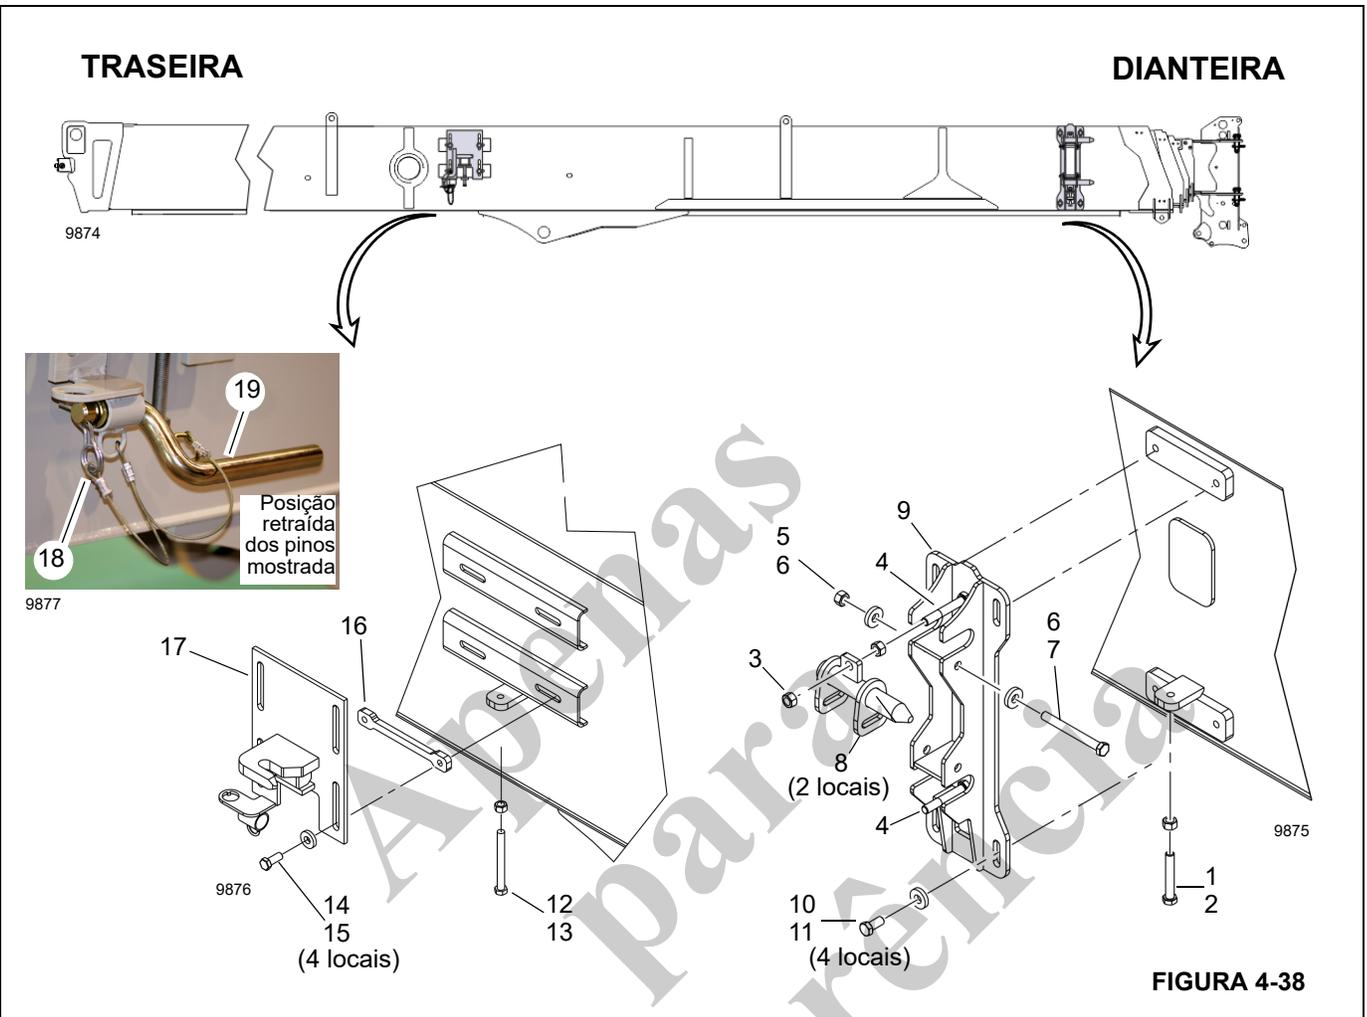
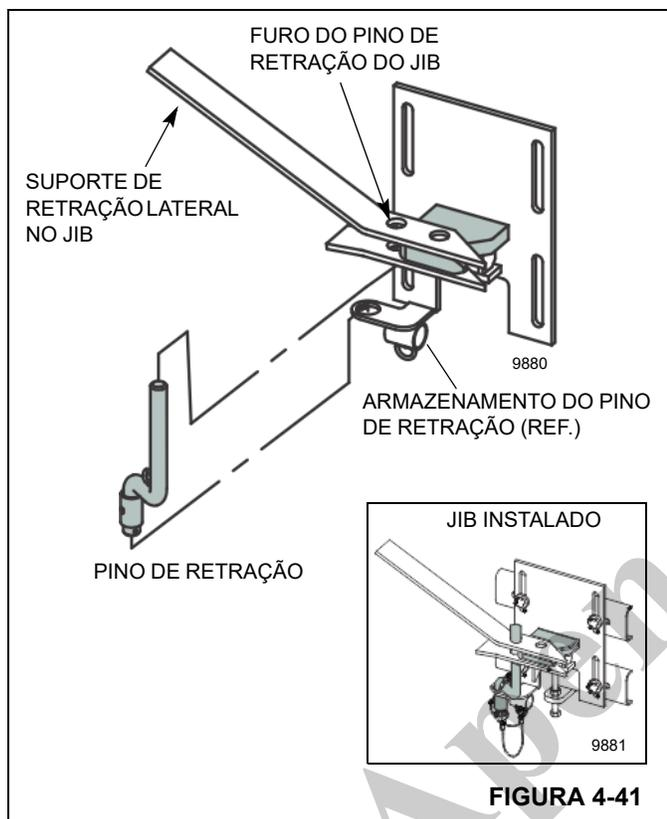

FIGURA 4-38
FIGURA 4-41
2. Solte a porca sextavada (1, Figura 4-38) e o parafuso (2).
3. Remova as porcas (3) dos parafusos prisioneiros (4).
4. Remova as porcas (5), as arruelas (6), os parafusos (7) e pinos (8) do conjunto do suporte dianteiro (9).
5. Remova os parafusos (10), as arruelas (11) e o conjunto do suporte dianteiro (9) da seção da base da lança.
1. Instale o conjunto do suporte dianteiro (9, Figura 4-38) usando arruelas (11) e parafusos (10).
2. Instale os pinos (8) no suporte de montagem dianteiro (9) usando parafusos (7), arruelas (6) e porcas (5).
3. Instale as porcas (3) nos parafusos prisioneiros (4).
4. Aperte a porca (1) e os parafusos (2) conforme necessário.
2. Se necessário, remova o grampo de mola (18, Figura 4-38) do pino de retração (19). Instale o grampo de mola e o pino de retração na posição de retraída para facilitar a remoção.
3. Solte o parafuso (12) e a porca (13).
4. Remova os parafusos (14), as arruelas (15), a placa (16) e o conjunto de montagem do jib traseiro (17).
1. Se necessário, remova o grampo de mola (18, Figura 4-38) do pino (19). Instale o grampo de mola e o pino de retração na posição de retraída para facilitar a instalação.
2. Instale a placa (16) e o conjunto de montagem do jib traseiro (17) usando arruelas (15) e parafusos (14).
3. Aperte o parafuso (12) e a porca (13) conforme necessário.
- a. Solte os parafusos (14, Figura 4-38).
- b. Ajuste o parafuso (12) e a porca (13) conforme necessário para ajustar a altura do suporte.
- c. Aperte os parafusos (14).
- a. Solte os parafusos (10, Figura 4-38).
- b. Ajuste o parafuso (2) e a porca (1) conforme necessário para ajustar a altura do suporte.
- c. Aperte os parafusos (10).
- a. Solte as porcas (5, Figura 4-38).
- b. Ajuste as porcas (3) conforme necessário para ajustar a posição horizontal do pino do suporte (8).
- c. Aperte as porcas (5).
5. Retraia lentamente a lança até que os suportes de montagem do jib assentem na seção da lança da base traseira. Instale o pino de retração (Figura 4-41). Certifique-se de que o pino de retração esteja alinhado e devidamente assentado no gancho de retração no suporte de montagem do jib traseiro. Ajuste os suportes de montagem do jib dianteiro e traseiro conforme necessário para um alinhamento adequado.
Certifique-se de que o braço esteja assentado firmemente no suporte de montagem do jib traseiro com o pino de retração (Figura 4-41) devidamente instalado antes de remover os pinos do jib (Figura 4-39). O jib pode cair se não estiver corretamente fixado durante o armazenamento e a elevação. Podem ocorrer acidentes pessoais ou morte.
Certifique-se de que os pinos do jib estejam firmemente instalados nos orifícios do jib superior e inferior da ponta da lança (Figura 4-39) antes de remover o pino de retração do suporte de montagem do jib traseiro (Figura 4-41). O jib pode cair se não estiver corretamente fixado durante o armazenamento e a elevação. Podem ocorrer acidentes pessoais ou morte.
13. Retraia lentamente a lança até que os suportes de montagem do jib assentem na seção da lança da base traseira. Instale o pino de retração (Figura 4-41). Certifique-se de que o pino de retração esteja alinhado e devidamente assentado no gancho de retração no suporte de montagem do jib traseiro.